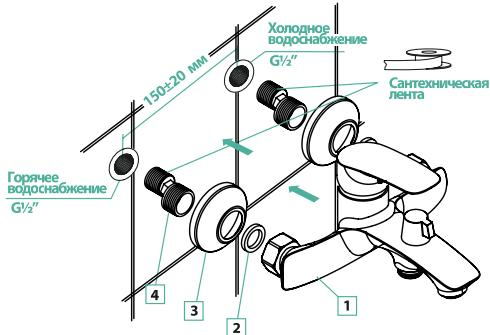

Рис. 1
- Убедитесь, что входные трубы горячей/холодной воды подведены правильно: горячая должна находиться слева, холодная справа (рис. 1, рис.2).
- Отключите систему холодного и горячего водоснабжения. Ввинтите эксцентрические переходники (рис. 1, рис.2) в выходы трубопроводов системы водоснабжения, предварительно уплотнив резьбовую часть изоляционным материалом. Подберите положение эксцентрических переходников, при котором они совпадут и будут соответствовать присоединительному расположению смесителя. При этом положение смесителя должно быть горизонтальным.